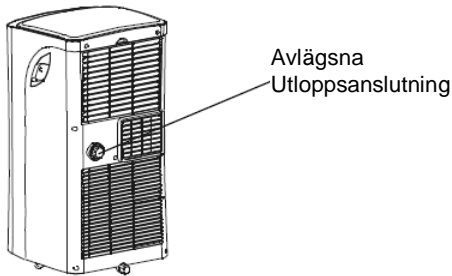

Bild 21
- I samband med torkningsdrift avlägsnas frånluftspluggen, Pluggen från anläggningens baksida, montera utloppsskarven (5/8 tum universalhylsa) med 3/4 tums slang (anskaffas lokalt). På modeller utan utloppsanslutning ska utloppsslangen sättas direkt på öppningen. Placera slangens öppna ände direkt ovanför golvbrunnen i din källare. Se härvid bild 21 och 22.